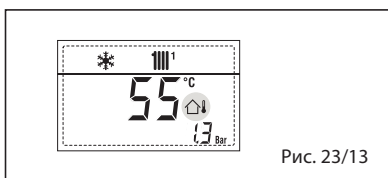

Рис. 23/13
– СРАБАТЫВАНИЕ ПРЕДОХРАНИТЕЛЬНОГО ТЕРМОСТАТА ПЕРВОЙ СМЕШАННОЙ ЗОНЫ “ТРЕВ 20” (рис. 23/14)